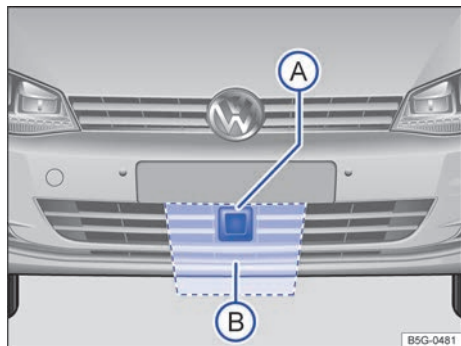

Fig. 132 En el paragolpes delantero: sensor de radar (A) y zona que hay que dejar libre alrededor del sensor de radar (B).
En el paragolpes delantero va montado un sensor de radar para captar la situación del tráfico → fig. 132 (A). Este sensor permite detectar vehículos que circulen por delante a una distancia de hasta 120 m aprox.
La zona situada delante y alrededor del sensor de radar → fig. 132 (B) no se deberá cubrir nunca con adhesivos, faros adicionales, marcos emblecedores para la matrícula o similares, pues esto podría perjudicar el funcionamiento del ACC.